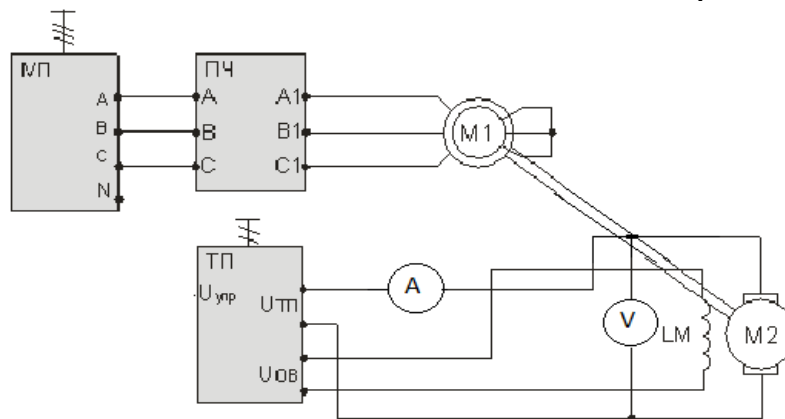

Рисунок 4.1 – Схема исследования системы ТП-Д
- собрать схему (рисунок 4.1);